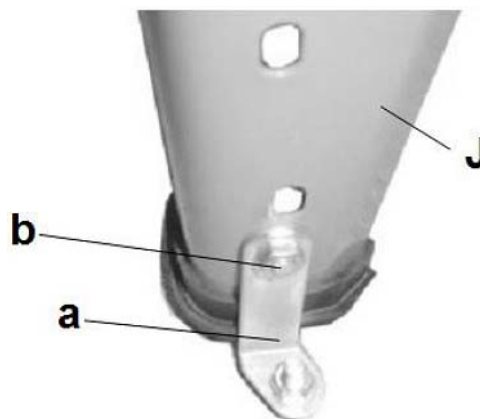

Fig. 7 : Fixation de la machine au sol
- Figure 7 : Avant utilisation, la scie doit être fixée dans le sol au moyen des équerres métalliques (a) fournies. Les équerres se fixent sur les pieds au moyen des vis et écrous (b).